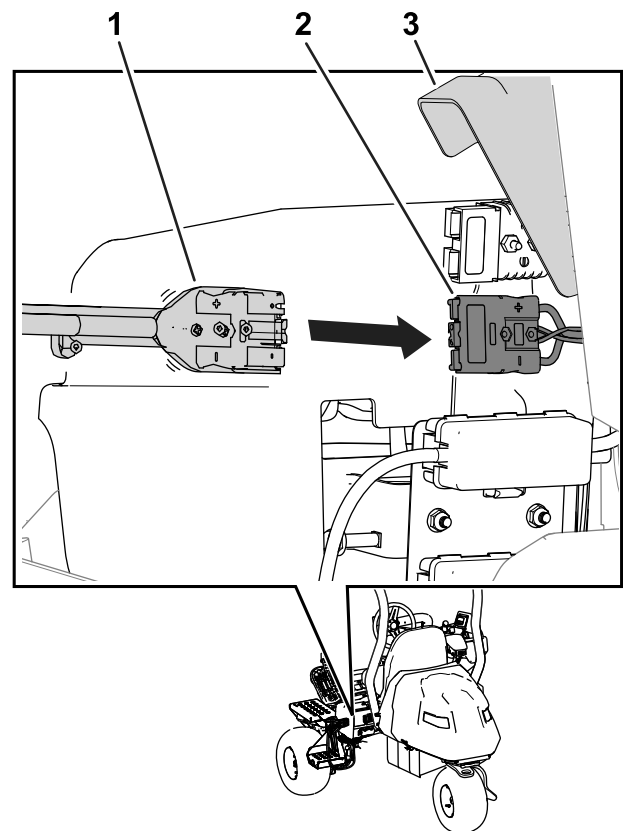

Figure 33
7. Soulevez le couvercle des connecteurs et insérez le connecteur de sortie du chargeur dans le connecteur du chargeur sur la machine (Figure 33).